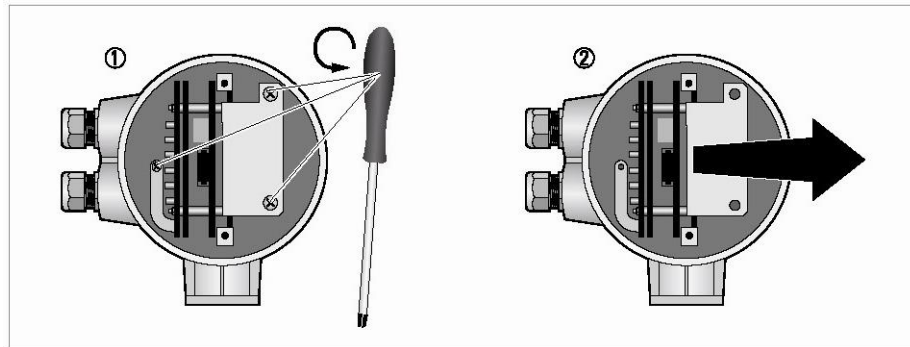

Рисунок 32
5. Открутите винты (3 шт.), крепящие электронную плату (рис.32 поз.1), используя соответствующую отвертку, и осторожно извлеките весь электронный блок (рис.32 поз.2).
5. Открутите винты, крепящие электронную плату (рис.32 поз.1), используя соответствующую отвертку, и осторожно извлеките весь электронный блок (рис.32 поз.1).